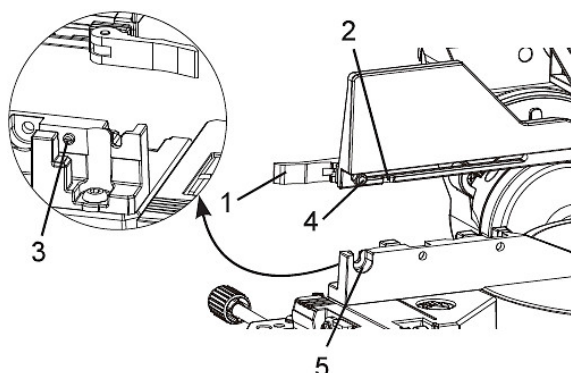

Abb. 14: Anbringen und Entfernen des Schiebeanschlags
7.8 Anbringen und Entfernen des Schiebeanschlags (Abb. 14)
Entfernen (Abb. 14)
Anbringen (Abb. 14)